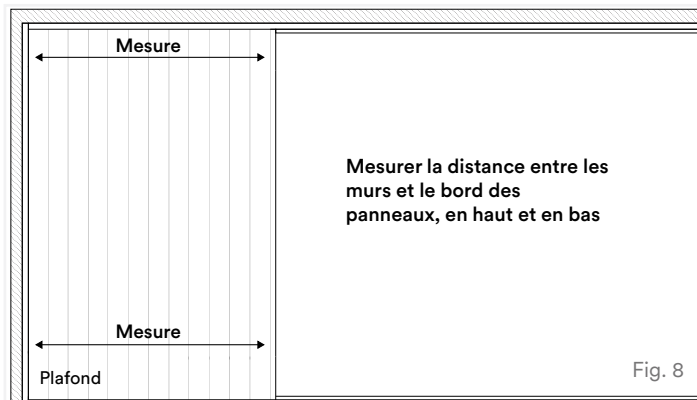

Fig. 8
5. Soulevez le panneau jusqu'à sa position et assurez-vous qu'il est parallèle au mur extérieur avant de le fixer. Pour ce faire, mesurez la distance entre le mur et le bord de vos panneaux, en haut et en bas du panneau. Si les mesures sont inégales, vous devrez corriger le positionnement de votre panneau (Fig 8).